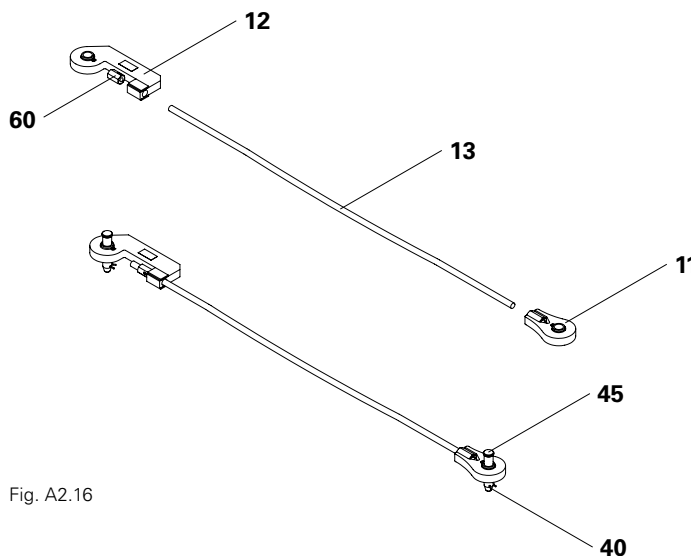

Fig. A2.16
1. Avvitare il tirante (13) nel dado a occhiello (11) (Fig. A2.16).